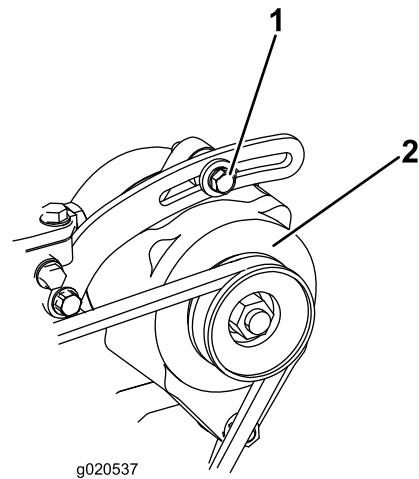

Figure 89
1. Si vous n'obtenez pas une flèche de 10 mm, desserrez les boulons de fixation de l'alternateur (Figure 89).